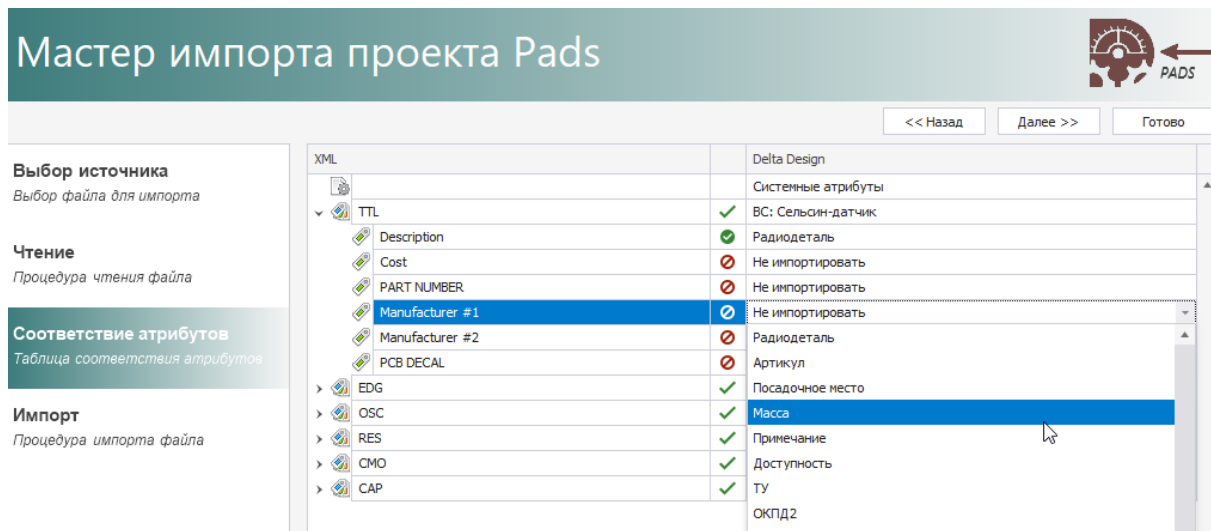

Рис. 13 Выбор соответствия атрибутов
- На шаге «Соответствие атрибутов» с помощью выпадающего списка проставьте соответствие, Рис. 13, и нажмите «Далее».